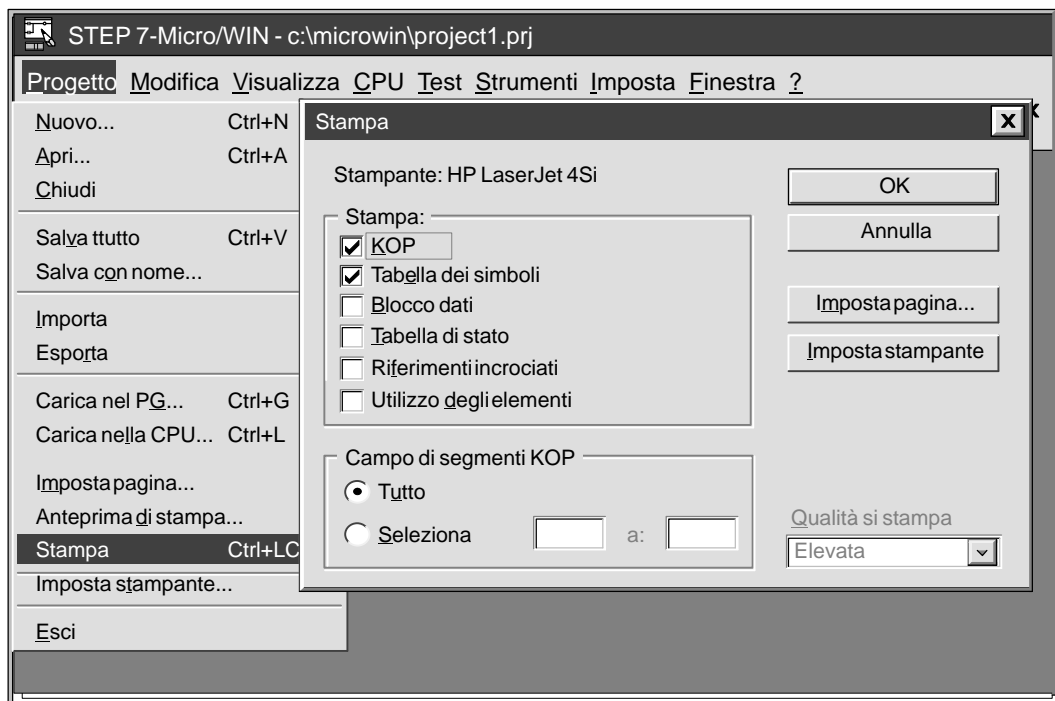

Figura 5-24 Finestra di dialogo Stampa
- Per stampare il programma, selezionare **Progetto Stampa...** Selezionare gli elementi che si vogliono stampare e fare clic sul pulsante "OK". Vedere la figura 5-24.
1. Selezionare **Progetto Stampa...** Si apre la finestra di dialogo stampa riportata nella figura 5-24.